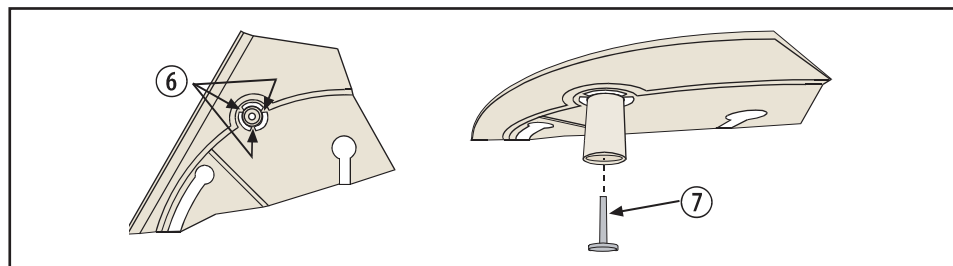

Bild 3.4: Sabotageskydd för tak
- Om du vill montera sabotageskydd för tak ska sabotagecylindern lossas genom att de 3 flikarna (6) kapas och därefter ska cylindern monteras i taket med en #8-skruv (7). Se Bild 3.4 Sabotageskydd för tak.